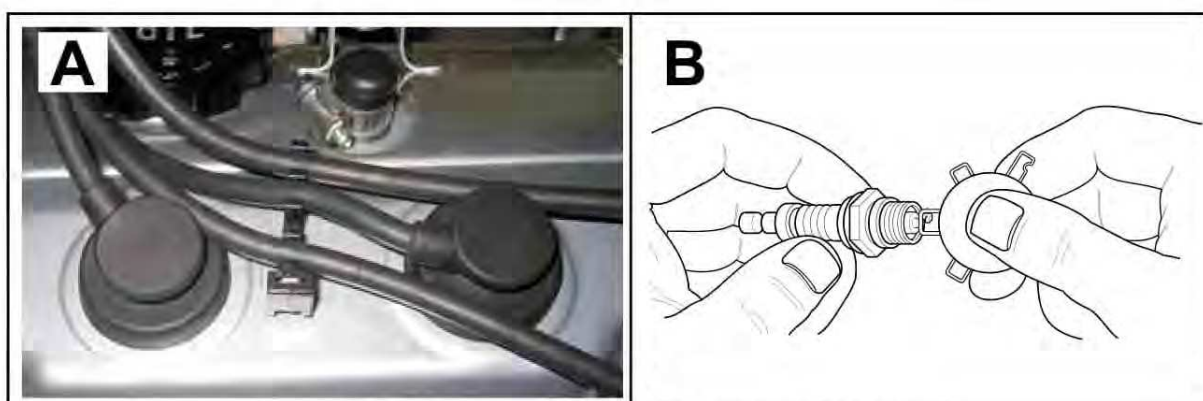

Рис. 5-15. Регулировка зазора свечей зажигания
2. Отсоедините кабели от клемм свечи зажигания. См. пункт «А» на Рис. 5-15
7. См. пункт «В» на Рис. 5-15. Проверьте зазор между свечами зажигания с помощью проволочного калибра толщины. Отрегулируйте зазор, осторожно согнув электрод **заземления**, согласно указанному ниже.